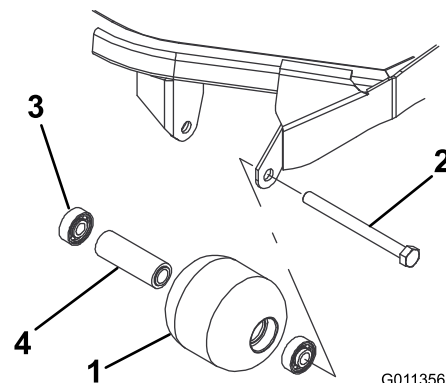

Figura 82
1. Retire el perno de montaje del rodillo (Figura 82).
4. Inspeccione el alojamiento del rodillo, los cojinetes, y el espaciador del cojinete (Figura 82). Sustituya cualquier componente dañado y ensámblelos.
1. Introduzca a presión el primer cojinete en el alojamiento del rodillo (Figura 82). Haga presión solamente sobre el anillo de rodadura exterior, o de forma igual sobre el anillo exterior y el interior.
2. Introduzca el espaciador (Figura 82).
3. Introduzca a presión el segundo cojinete en el alojamiento del rodillo (Figura 82). Presione uniformemente sobre los anillos de rodadura interior y exterior hasta que el anillo interior entre en contacto con el espaciador.